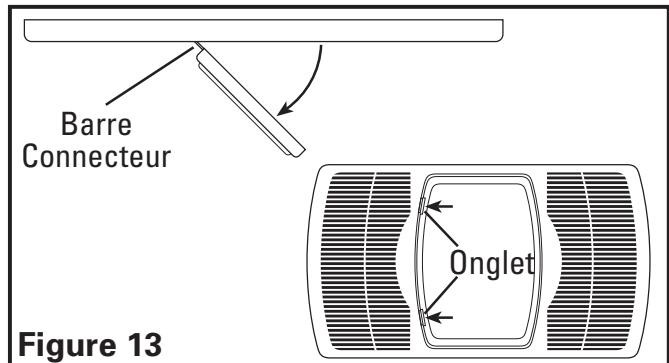

Figure 13
- Fermer les lentilles de lumière et fixer en place en les basculant en position et en pressant les onglets en place (**Figure 13**).